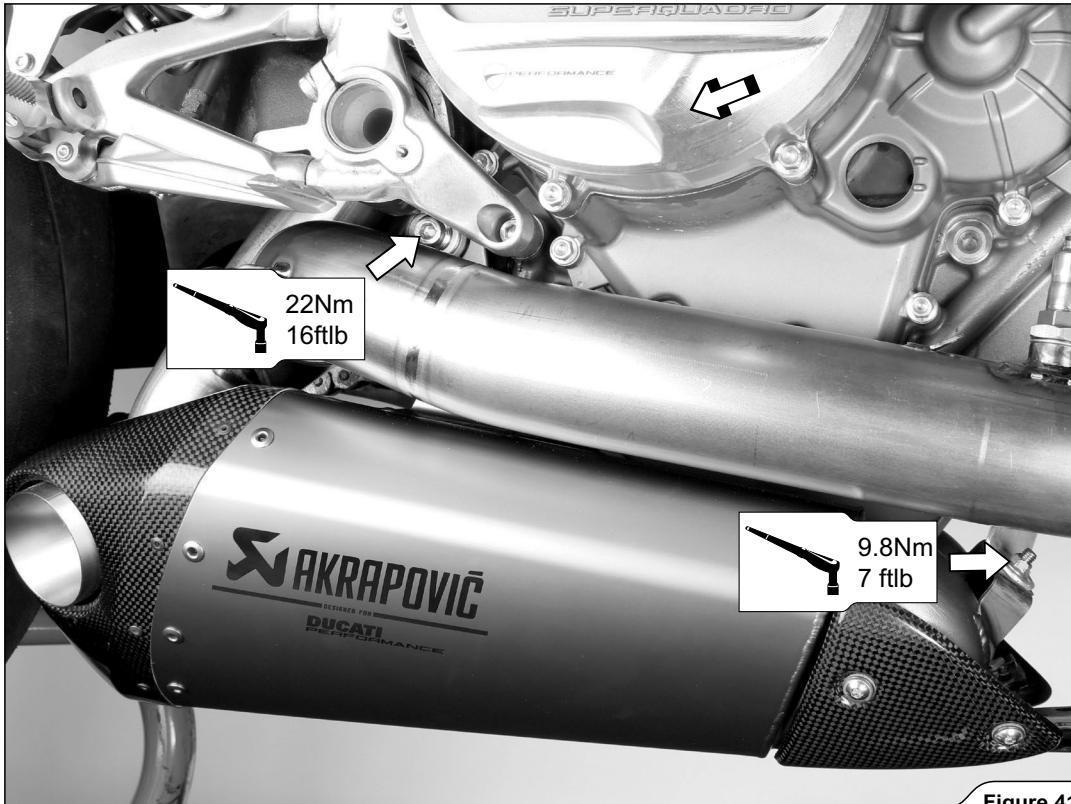

Figure 41
12. Aligner les silencieux et les tuyaux par rapport au motocycle et serrer les silencieux sur le motocycle, en utilisant les boulons et les écrous d'origine (Figure 41).
12. Die Schalldämpfer und die Rohre dem Motorrad gegenüber auf Flucht ausrichten, dann die Schalldämpfer am Motorrad mit den Original-Schrauben und Muttern anziehen (Figure 41).